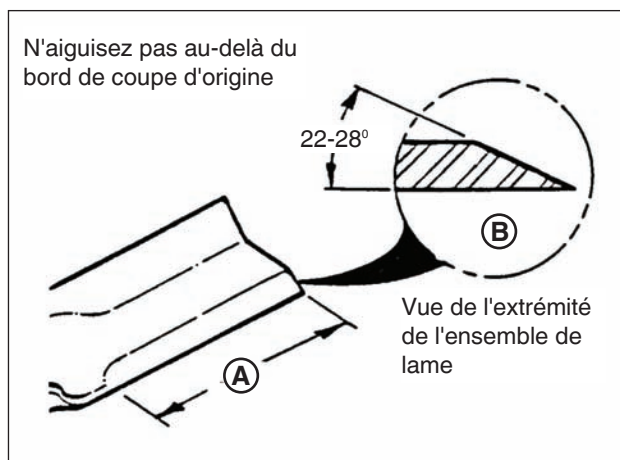

Figure 22: Aiguiser la lame de tondeuse
4. Aiguissez la lame sur une meule à un angle de 22 à 28 degrés (**B**, **Figure 22**). N'AIGUISEZ PAS au-delà du bord de coupe d'origine (**A**).